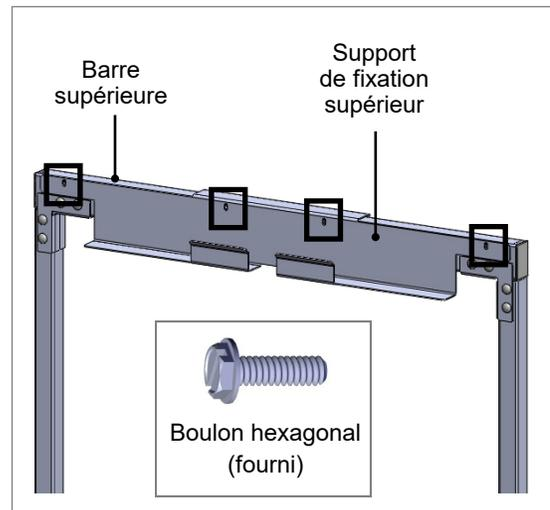

Fig. 10. Fixez le support de fixation supérieur
8. Fixez le support de fixation supérieur à la barre supérieure à l'aide de quatre (4) boulons hexagonaux (figure 10).